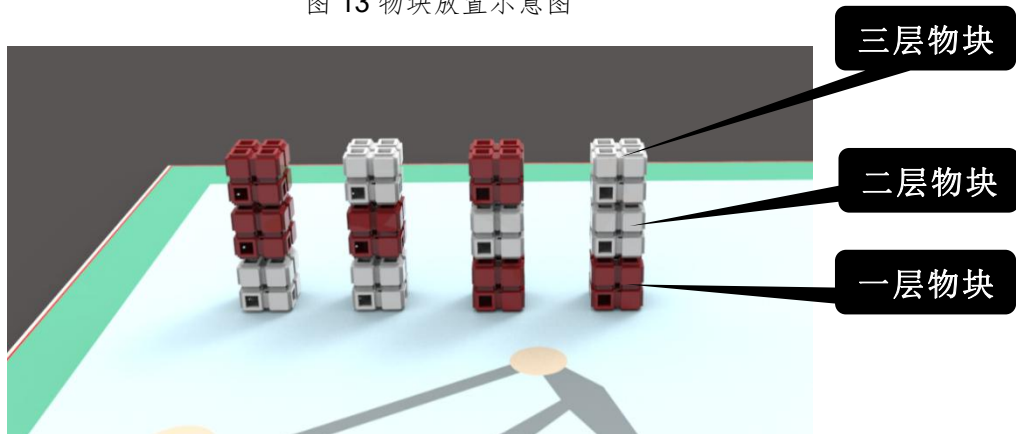
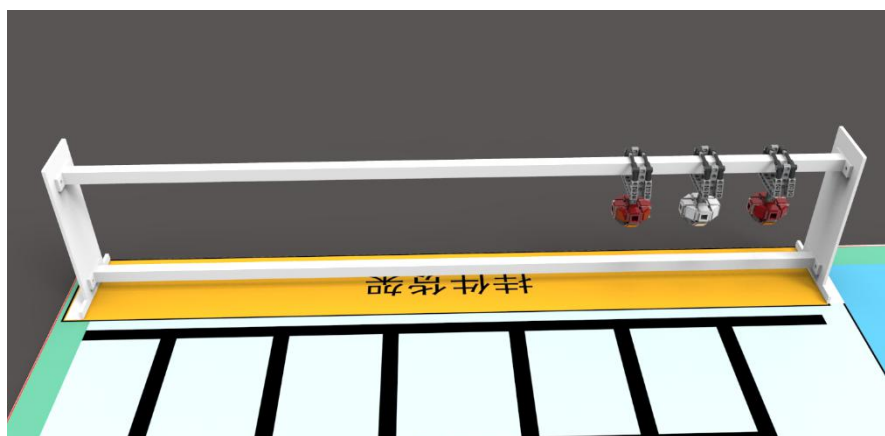

图 14 只有一层物块得分的摆放方式
图 15 挂件放置示意图
4.7.2 每层架子最多放置 5 个物块组，单个物块也算作物块组。加分摆放方式如下图 14 和图 15 所示。
机器人将挂件搬运至挂件货架上且保持到比赛结束后不掉落，相邻两个挂件颜色必须不同，每个可得 20 分。从货架两端开始计分，直到相邻两个挂件颜色相同为止，最终得分取最大分数，如下图 15 所示。